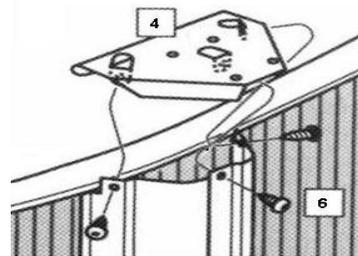

fig.28
Placez une plaque supérieure (T2)(4) sur le rebord supérieur de la paroi de la piscine et sur le profilé vertical (VER). Les languettes devront se trouver à l'intérieur des profilés. fig. 28
Alignez les orifices et placez les vis TO2 (6) fig. 28, dans les trois trous du profilé vertical. Assurez-vous qu'ils soient bien fixés à la plaque T2 (6) fig.28.